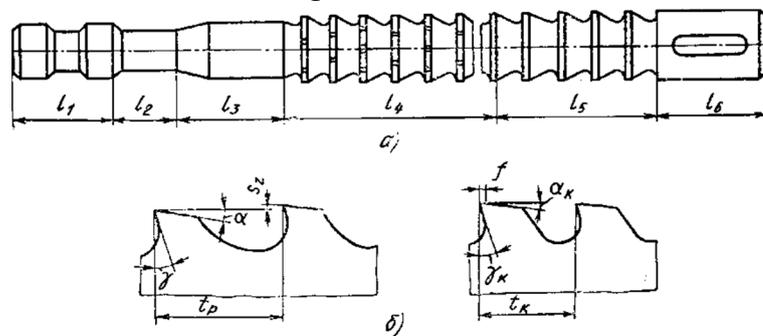

Рисунок 2 - Элементы и геометрия зуба круглой протяжки
2. Составить конспект лекции. Обязательно изобразить рисунок 2 - Схемы протягивания (а) и прошивания отверстий (б)
Геометрия зуба протяжки. Геометрия зубьев режущей и калибрующей частей показана на рисунок 2,б. Передние и задние углы протяжки измеряют в плоскости, перпендикулярной главному режущему лезвию. Передний угол γ ($5-20^\circ$) выбирают в зависимости от свойств материала, задний угол α ($1-4^\circ$) - в зависимости от класса точности обработки.